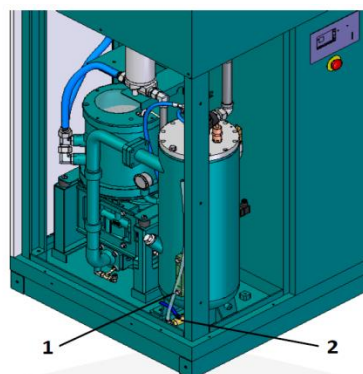

图 36 : 泄油口
6. 将泄油尼龙管(图 36/1)垂下。
7. 打开泄油口(图 36/2)。
8. 关掉泄油口(图 36/2)。
9. 重新固定泄油管(图 36/1)。